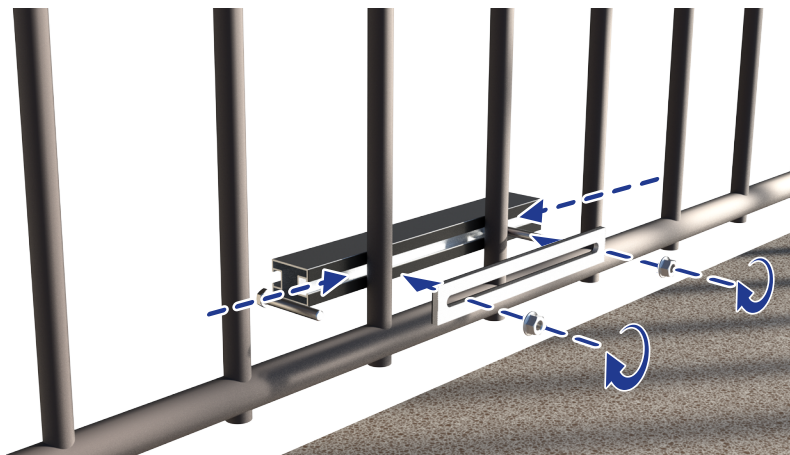

Fig. 12
6. Inserire la testa dei bulloni della piastra di fissaggio nel binario del profilato metallico (Fig. 12).
7. Allineare la piastra di fissaggio ai bulloni inseriti nel binario del profilato (Fig. 12).
8. Avvitare il dado flangiato per fissare profilato alla struttura del balcone (Fig. 12).